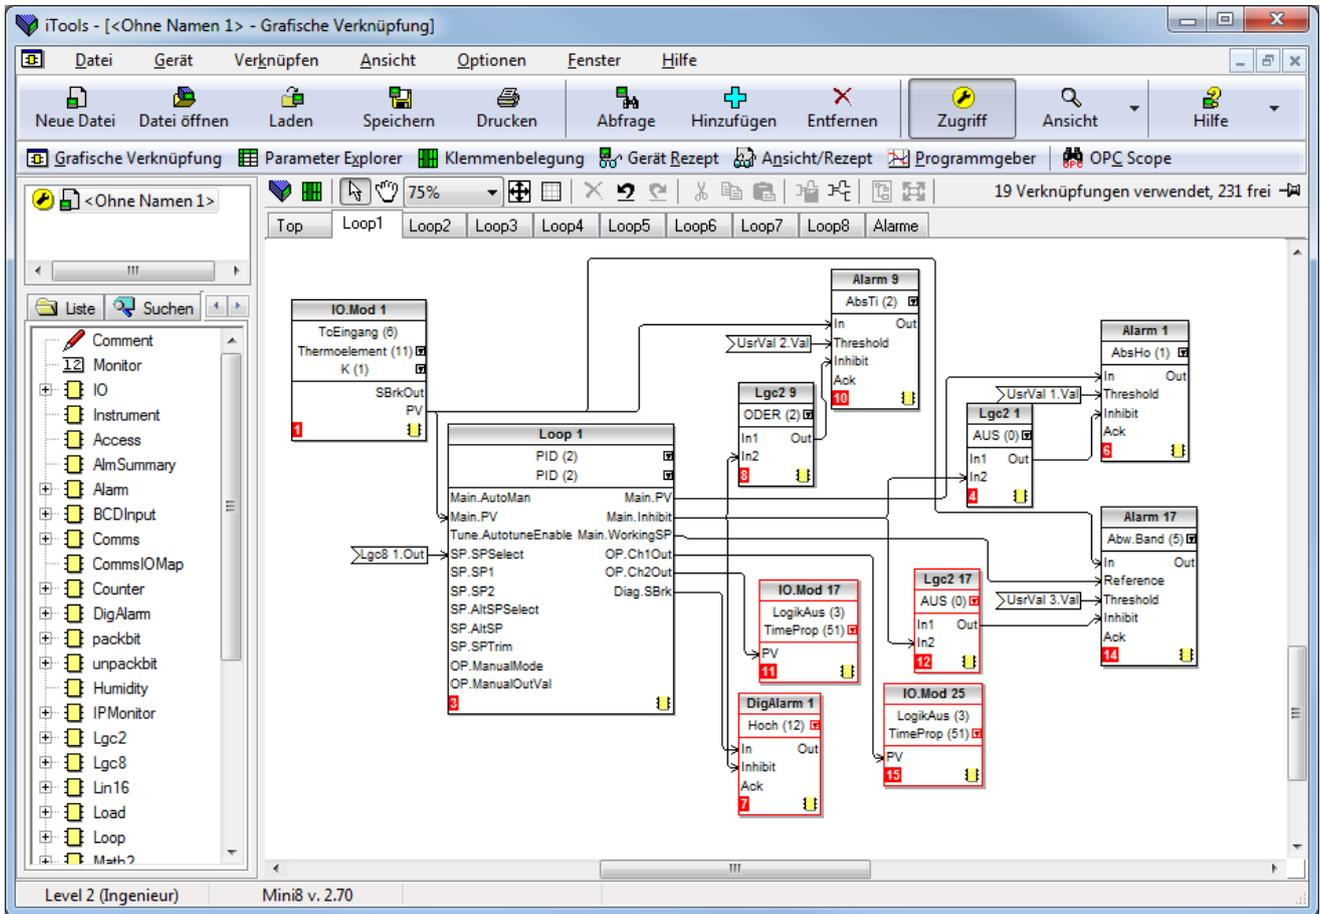

Abbildung 11-15: Grafisches Verknüpfungsdiagramm des Mini8 Reglers
2. Konfigurieren Sie den Mini8 Regler über iTools. Im unten gezeigten Beispiel wurden alle 8 Regelkreise des Mini8 Regler Slaves für Temperaturregelung konfiguriert. In der Darstellung sehen Sie das grafische Verknüpfungsdiagramm für Loop 1 (Abbildung 11-15).